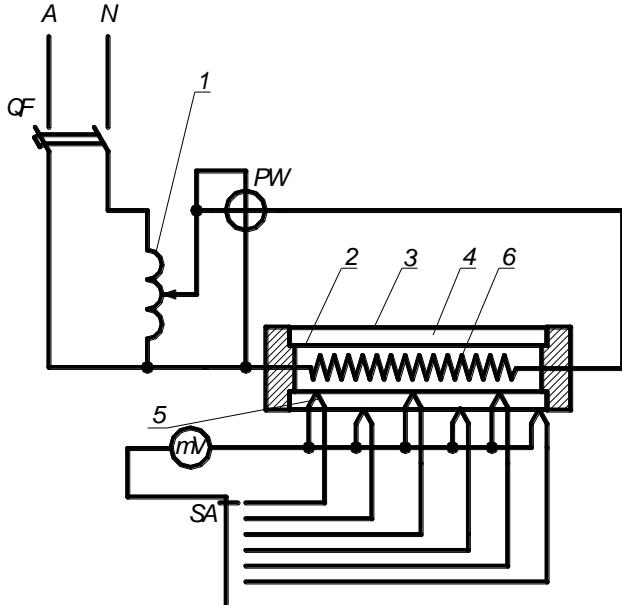

Рисунок 2 – Установка для определения коэффициента теплопроводности
Исследуемый материал 4 (рисунок 2) (кварцевый песок) находится, в пространстве между трубами 2 и 3. Во внутренней трубе расположен электронагреватель 6, тепловой поток от которого передается через, внутреннюю трубу, слой материала и наружную трубу в окружающую среду. При установившемся (стационарном) режиме через каждый слой проходит одно и то же количество теплоты, которое определяют по показаниям ваттметра. Потребляемая мощность регулируется регулятором напряжения 1. Благодаря хорошему контакту сыпучего материала с трубами, можно считать, что соприкасающиеся поверхности материала и труб имеют одинаковую температуру, которая измеряется с помощью хромель-алюмелевых термопар 5, за чеканенных в поверхности труб.
- 3 Рисунок 2 и таблицу 2.